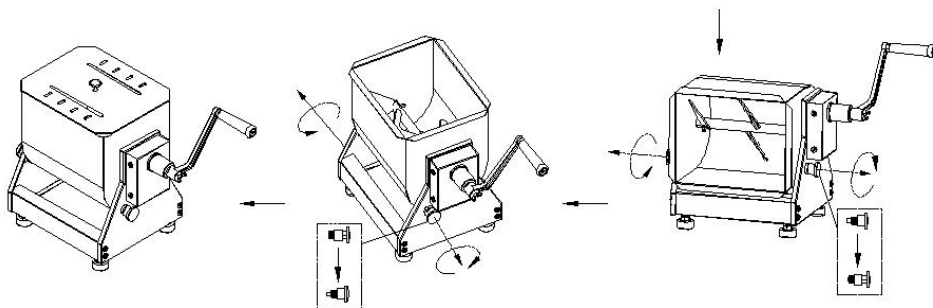

Imagen 1 Imagen 2
1. Antes de mezclar la carne picada, abra la tapa (ver imagen 1), coloque la carne en el tanque, baje la tapa (ver imagen 2) y gire la manija. Cuando la carne picada esté distribuida uniformemente, afloje los pasadores de resorte de los lados izquierdo y derecho como se muestra en la imagen 3, coloque el cuerpo en posición horizontal y retire la carne picada.